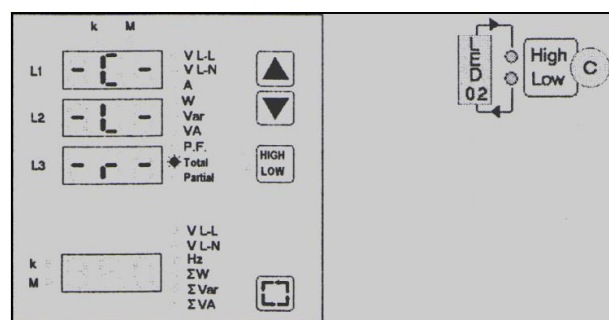

Fig. 12 Confirmación de Borrado
- La confirmación del borrado sobre el display viene expresado con el mensaje CLr (cleared), fig. 12.